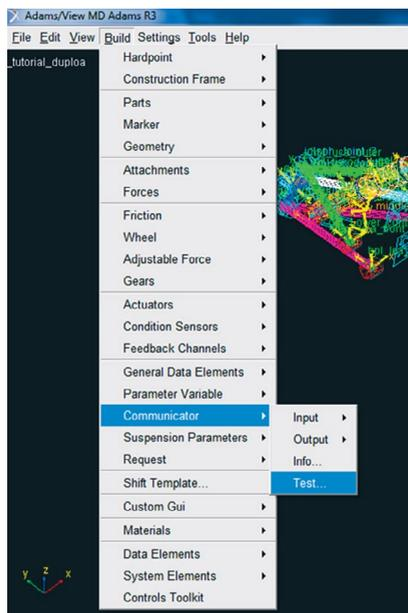

Figura 5.156 – Realizando teste de compatibilidade dos *Communicators* com o dispositivo de teste *MDI_Suspension_Test trig*.
- Para teste de compatibilidade dos *Communicators* com o subsistema *MDI_Suspension_Testrig*, acesse o menu *Build* → *Communicator* → *Test* (Figura 5.156).